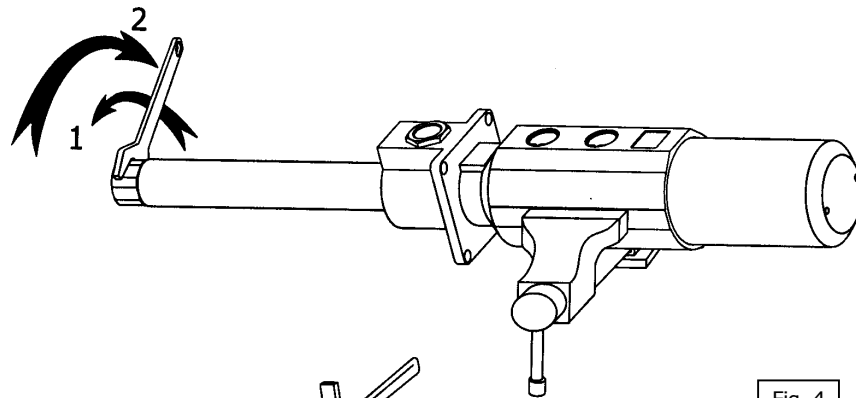

Fig. 4
1. Secure the pump in a vice in the horizontal position, tightening the jaws on the provided pads along the pump body (14).
2. Strike the body base gently a few times (31) with a plastic hammer.
3. To unscrew the suction tube (32) from the pump body (14), use a 40 mm wrench on the hex of the foot valve body (37) (fig. 4). Pull clockwise to break the seal, and then counter clockwise to loosen and remove the tube assembly, including the body base (31).
1. Fijar la bomba en una mordaza agarrando por el cuerpo de la bomba (14) con la bomba en posición horizontal.
2. Pegar unos golpes con un martillo plástico en la base cuerpo motor aire (31).
3. Para desenroscar el tubo de aspiración (32) del cuerpo de la bomba, usar llave fija de 40 mm en el cuerpo válvula de pie (37) (Fig. 4). Tirar primero contra las agujas del reloj para romper el sellador y luego hacia el otro sentido para desenroscar y quitar el conjunto tubo de aspiración, incluyendo la base (31).